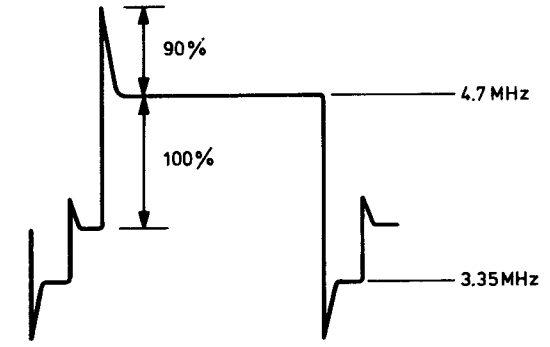

Fig. 6 30 278A12
- 3309 dahin einstellen, dass die Störungen (grober Rausch) in Fläche A (siehe Bild 6) während des "Drop-Out"-Testsignals gerade verschwinden.